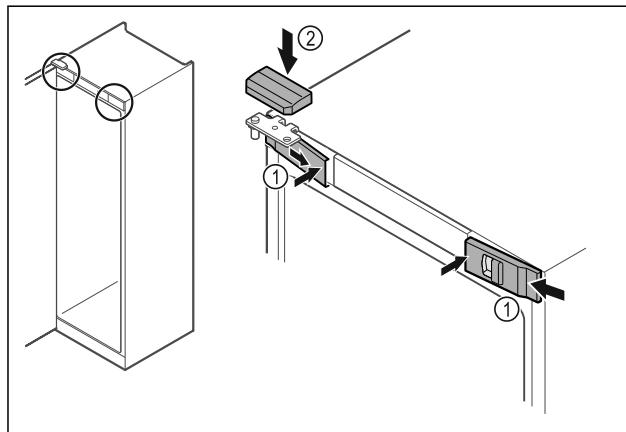

Fig. 45
- Voorste afdekkingen Fig. 45 (1) zijdelings aanbrengen en van binnen vastklikken.
- Bovenste afdekking Fig. 45 (2) van boven vastklikken.